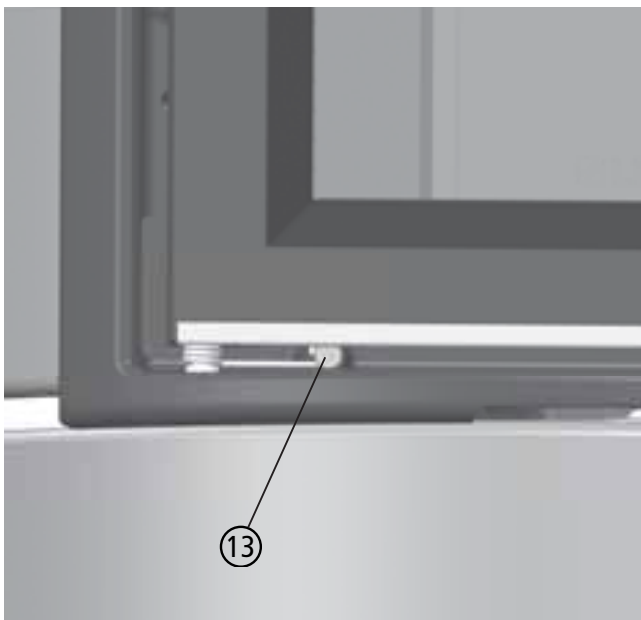

Abb. 3.12 Spannen der Türfeder
- ① Die Feuertür öffnen und auf der Scharnierseite ein Stück anheben - bei selbstschließender Feuertür vorher die Türfeder entspannen, siehe Abb. 3.12 und Abb. 3.13,
- ② Feuertür unten nach vorne aus dem Scharnier heraus schwenken - Feuertür dabei von unten festhalten,
- ③ Feuertür nach unten entnehmen.
Beim Ausbauen der Feuertür wird die Türfeder entspannt. Die Feder muss nicht ausgebaut, aber beim Einbau der Feuertür wieder gespannt werden (siehe auch Abb. 3.12 auf Seite 26).